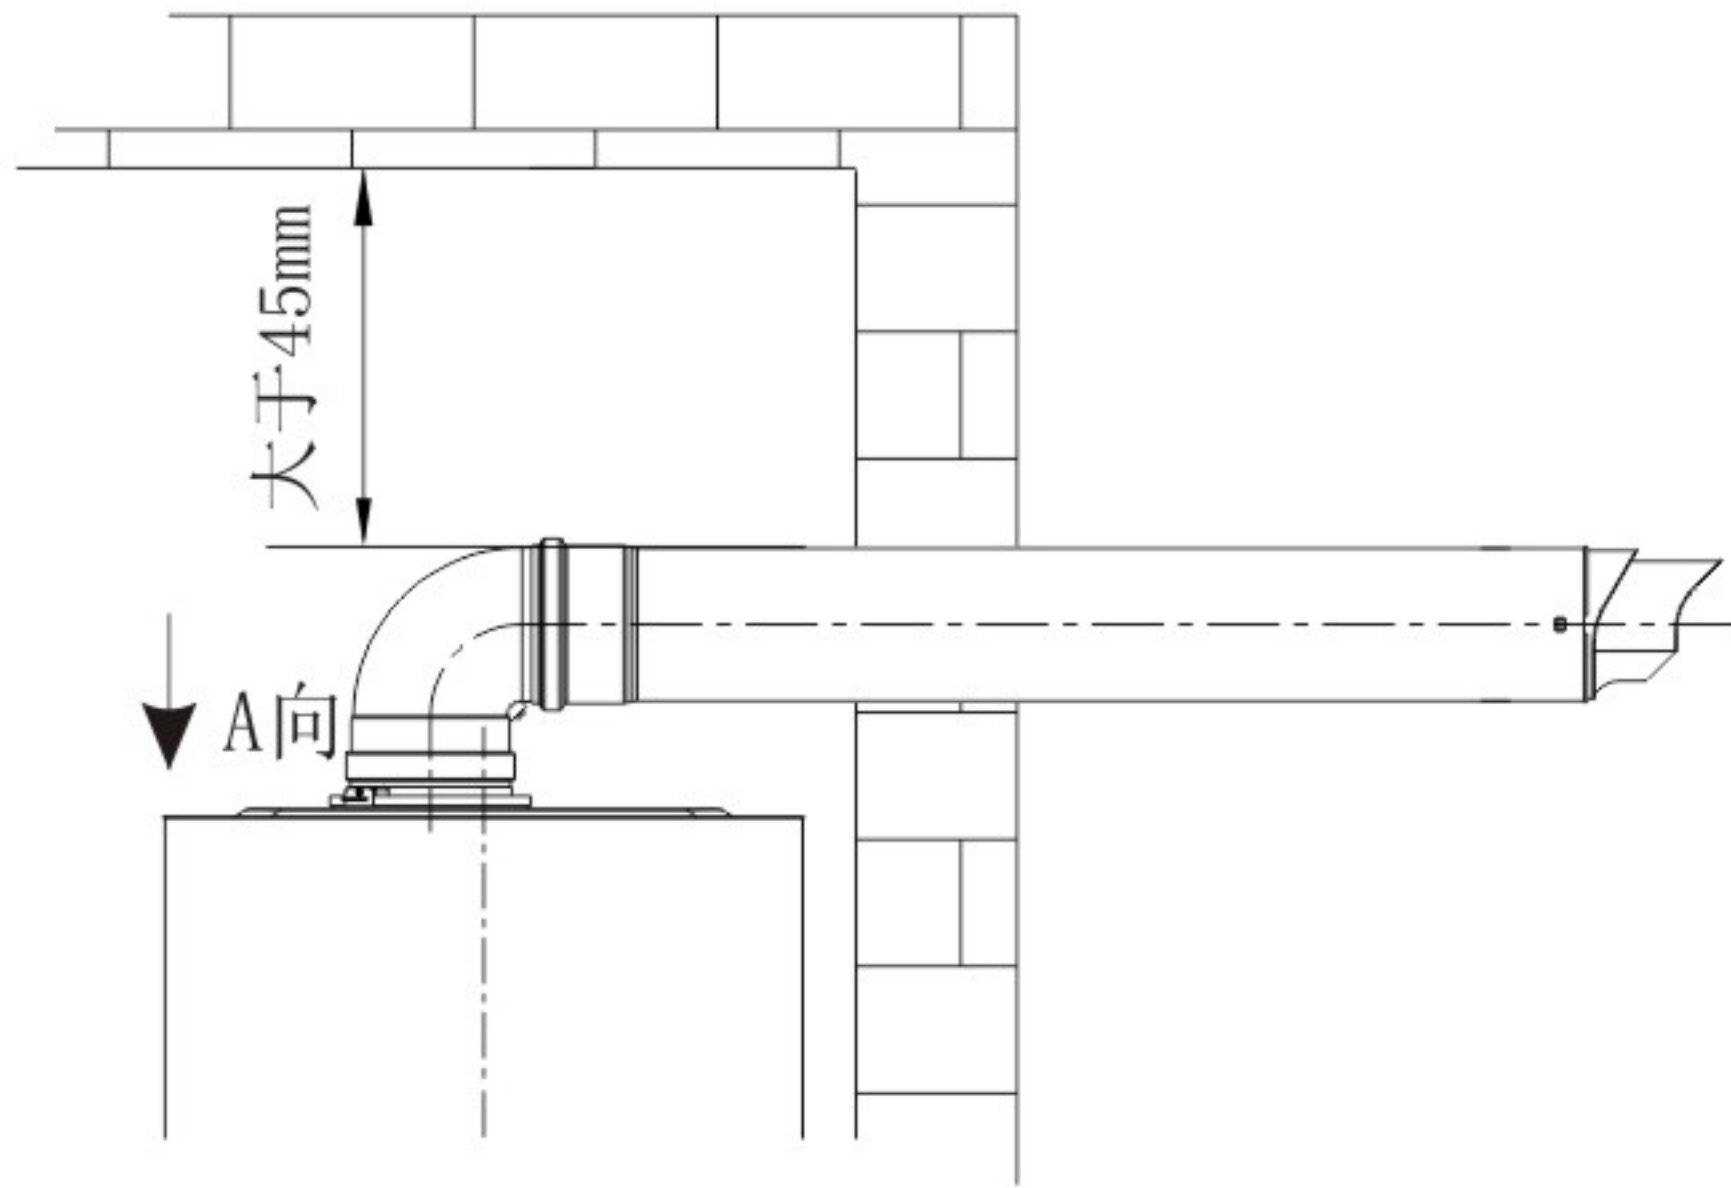

图3.6a
- (1) 同轴烟道的安装要严格按照CJJ12-99及其它相关标准操作，烟道出口位置与周围建筑物开口的距离选择也要符合其标准要求，如图3.6a所示。
- (2) 为防止同轴烟道上的排气孔和进气孔被堵塞，应将同轴烟道伸出墙外。
- (3) 同轴烟道安装接触或穿过房屋墙壁的管道时，相对环境的表面温升应小于等于60K，当该温升超过60K时，应在同轴烟道通过易燃材料组成的墙体时；必须覆盖厚度在20mm以上的不燃耐高温材料围护，确保墙体表面温升小于等于60K。
- (4) 同轴烟道与其穿过的墙壁上的圆孔之间的间隙，不得用水泥类东西填充，请使用随机附件的烟道法兰密封，否则不利于维修操作。
- (5) 同轴烟道的外表面应与上面的建筑物相距45mm以上。
- (6) 若使用加长管，所有的接口处必须密封，不得使废气漏入室内。
- (7) 烟道口位置必须位于不会造成公害的地方。
- (8) 壁挂炉必须与同轴烟道连接且须导出室外（如如3.6b），没有烟管，停止壁挂炉运行。
- (9) 排烟温度最高可达到90℃, 因此使用排烟管时应注意其材质能否在该温度下长期运行。
- (10) 由于排烟管具有一定的温度，因此不可连接到易受热变形管道上（如不耐高温的塑料管和内部有涂层的管道）。